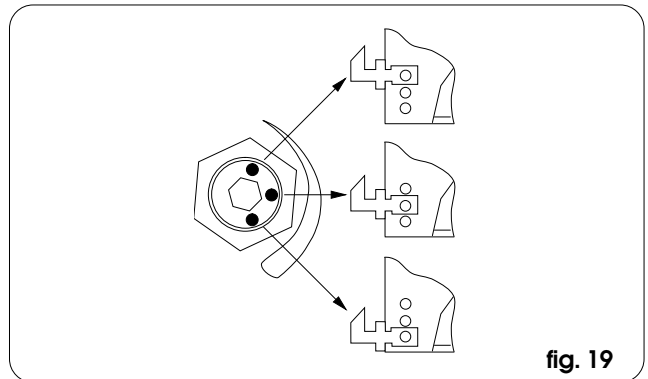

fig. 19
- Suivant le réglage réalisé en hauteur du vantail, il peut s'avérer nécessaire de déplacer les deux crochets sur un autre trou (se reporter à la fig. 19 pour le déterminer suivant la position du cran présent sur la vis de réglage de la roue de glissement).